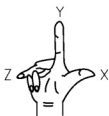

图 6.19 右手定则
- 要确定 X、Y 和 Z 轴的正轴方向，可将右手背对着屏幕放置，拇指指向 X 轴的正方向，伸出食指和中指，如图 6.19 所示，食指指向 Y 轴的正方向，中指所指的方向即是 Z 轴的正方向。